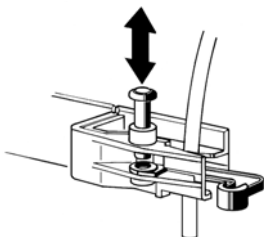

figura 13
- 6 - Quando il distributore non viene utilizzato è possibile bloccare i rubinetti premendo il fermo posto sul corpo rubinetto (vedere figura 13).